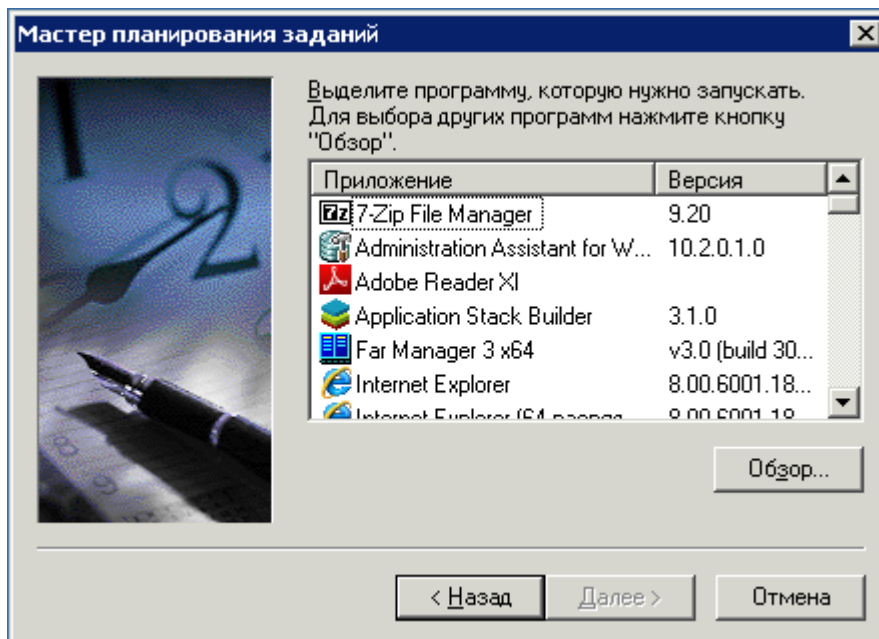
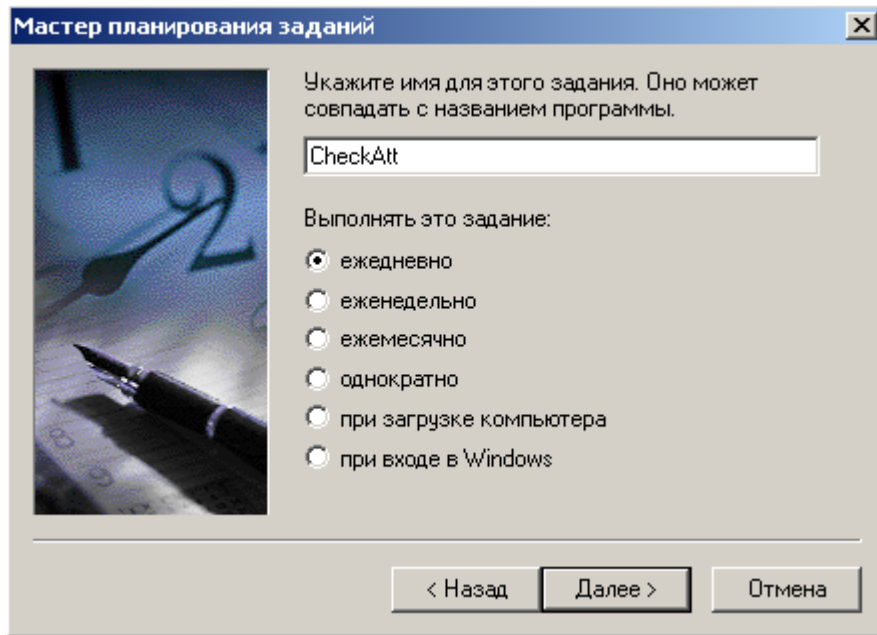

Рис. 11.
Рис. 12.
3) Нажать кнопку **Далее**. Откроется окно (рис. 11). Нажать кнопку **Обзор**, выбрать файл **CheckAtt.exe** (или **CreateMessagePTO\_CP.exe**, **CheckProvT.exe**, **DeleteSchedule.exe**, **RSchedule.exe**) из папки \\SSD3\scheduled tasks\Sborka\ и нажать кнопку **Открыть**. Откроется окно (рис. 12). ПМ **Microelectronics.exe** выбрать из папки \\SSD3\exe\_sborka\crystal\_c.